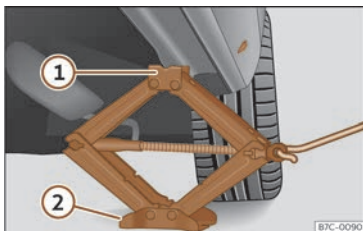

Fig. 217 Larguero: colocación del gato del vehículo.
- Gire la manivela del gato, situado bajo el punto de apoyo del larguero, para elevarlo hasta que la pestaña ① >>> **fig. 217** quede situada bajo el alojamiento previsto.
- Alinee el gato de modo que la pestaña ① “agarre” en el alojamiento previsto del larguero y la placa base móvil ② quede apoyada en el suelo. La placa base ② debe caer en la vertical respecto al punto de apoyo ①.